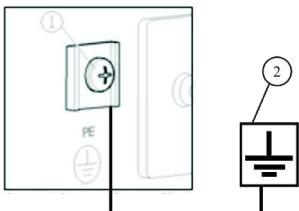

рис.10
Перед запуском генератора заземлите его для предотвращения поражения электрическим током. Для этого, с помощью электрокабеля сечением не менее $2,5 \text{ мм}^2$, соедините клемму заземления (1) на панели генератора с внешним источником заземления (2) (рис.10).